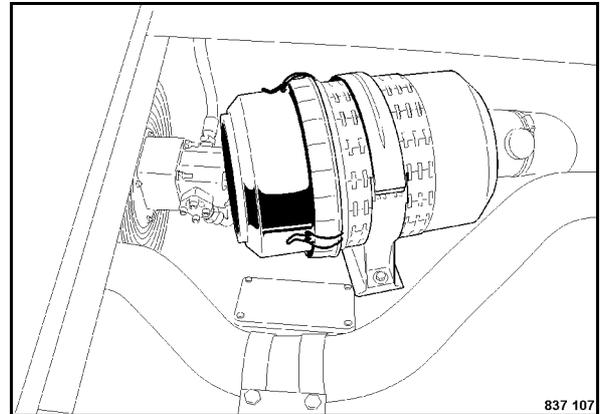

Fig. 220
- Rimuovere il nastro di fissaggio (Fig. 220) del filtro aria per la combustione.